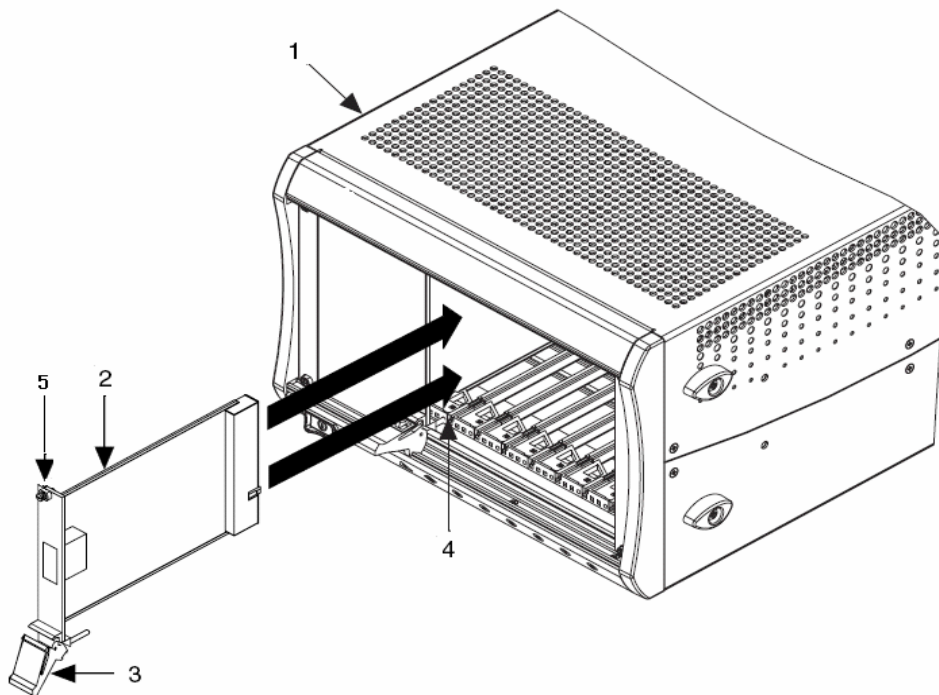

图 2 HTPXI4910 安装示意图
b) 把 HTPXI4910 装入 PXI 机箱的系统槽中，安装固定螺钉，如图 2 所示；